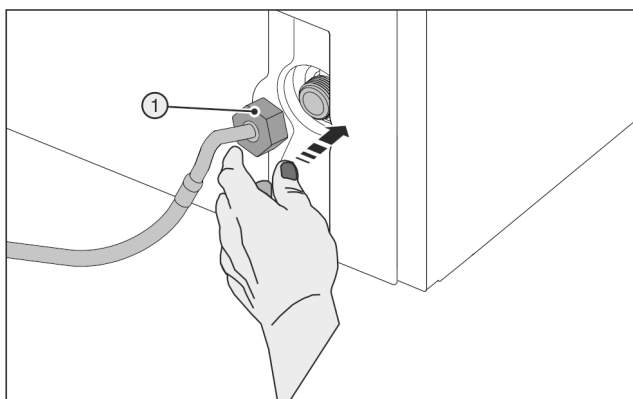

Fig. 29
- ▶ Uzlieciet uzmanīgi uzgriezni Fig. 29 (1) un tieši uzskrūvējiet uz vītnes.
- ▶ Pielieciet uzmanīgi uzgriezni Fig. 29 (1) un ar diviem pirkstiem tieši uzskrūvējiet uz vītnes, līdz ir panākts drošs nostiprinājums.
- ▶ Izmantojiet palīginstrumentu (5) vienīgi telpas temperatūrā.
- ▶ Pievelciet uzgriezni Fig. 29 (1) ar palīginstrumentu (5) pulksteņrādītāja virzienā, līdz ir sasniegts maksimālais griezes moments un palīginstruments (5) pārgriežas.